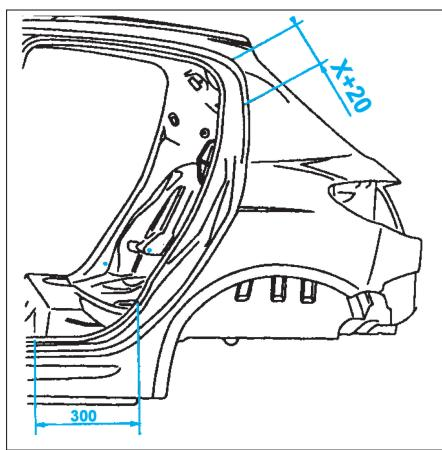

FIG. 117
- Tracer puis découper l'aille à l'aide d'une meule épaisseur 1 mm (coupe provisoire) (Fig.117).